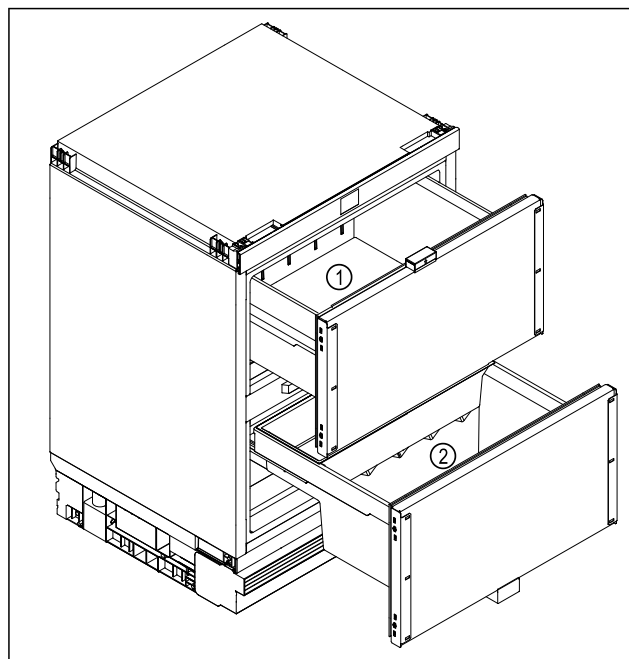

Fig. 56 Ilustrační zobrazení
- Horní vysouvací vozík Fig. 56 (1): Skladujte rychle se kazící potraviny, jako jsou hotová jídla, ryby, maso a uzeniny, balené ovoce a zelenina.
- Spodní vysouvací vozík Fig. 56 (2): Skladujte potraviny citlivé na chlad, jako jsou brambory, cibule nebo tropické ovoce. Skladujte potraviny nebo nápoje, které by při konzumaci neměly být příliš studené.